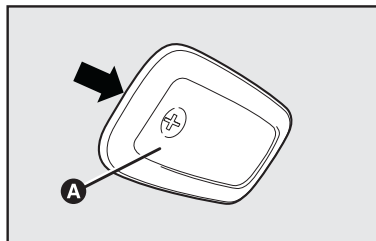

fig. 32
- atuar no ponto indicado pela seta com uma chave de fenda, cuidando para não danificar o revestimento do teto e a plafoniera com a ferramenta, e remover a plafoniera **A-fig. 32**;